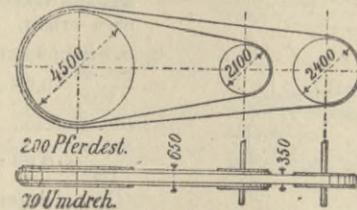

Fig. 3.
4. Scheibe für  $W_2$  machen wir etwas grösser, damit die Riemen nicht aneinander schlagen, z. B. 2400 mm (vergl. Fig. 3), so wird für Welle  $W_2$ :